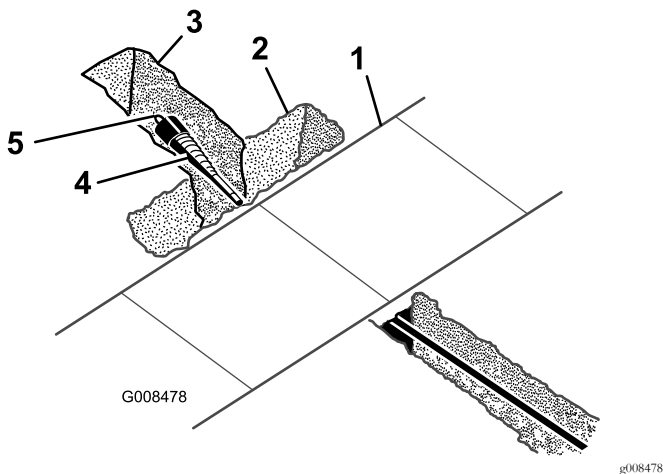

Bild 6
1. Graben Sie vorsichtig mit einer Schaufel um den Bohrer herum und entfernen Sie Erde, bis er entfernt werden kann (Bild 6).
2. Entfernen Sie den Bohrer und bringen das Räumwerkzeug an (Bild 6).
3. Befestigen Sie das Kabel oder das Rohr, das am Drehzapfen am Ende des Räumwerkzeugs angebracht wird (Bild 6).